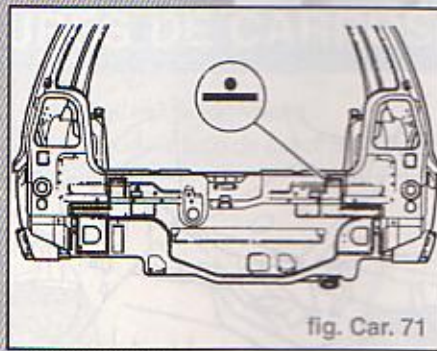

fig. Car. 71
- Souder la jupe arrière à la pointeuse électrique (fig. Car. 71)